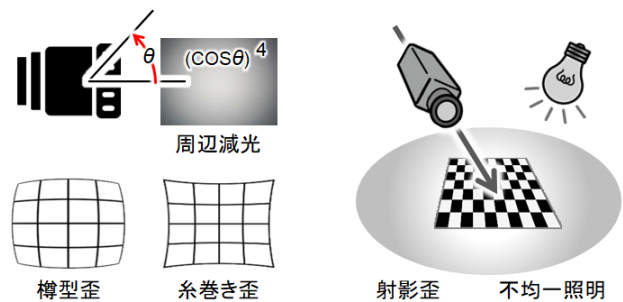

図3 キャリブレーション対象の撮像信号歪
SPAD とは光子ひとつの入射の有無 (0/1) を出力する超高感度 Photo Diode (PD) である。超高感度を実現するのに単光子が励起した光電子を100万個にも増倍する Avalanche という雪崩現象が利用される(図3)(QR#1)。
（図3）
で、カメラ出力中に含まれる撮像信号歪を補正する。撮像信号の歪とは、カメラのレンズ光学歪、周辺減光 (COS4乗則)、カメラの設置角度で決まる射影歪そして照明の不均一性がある (図3)。